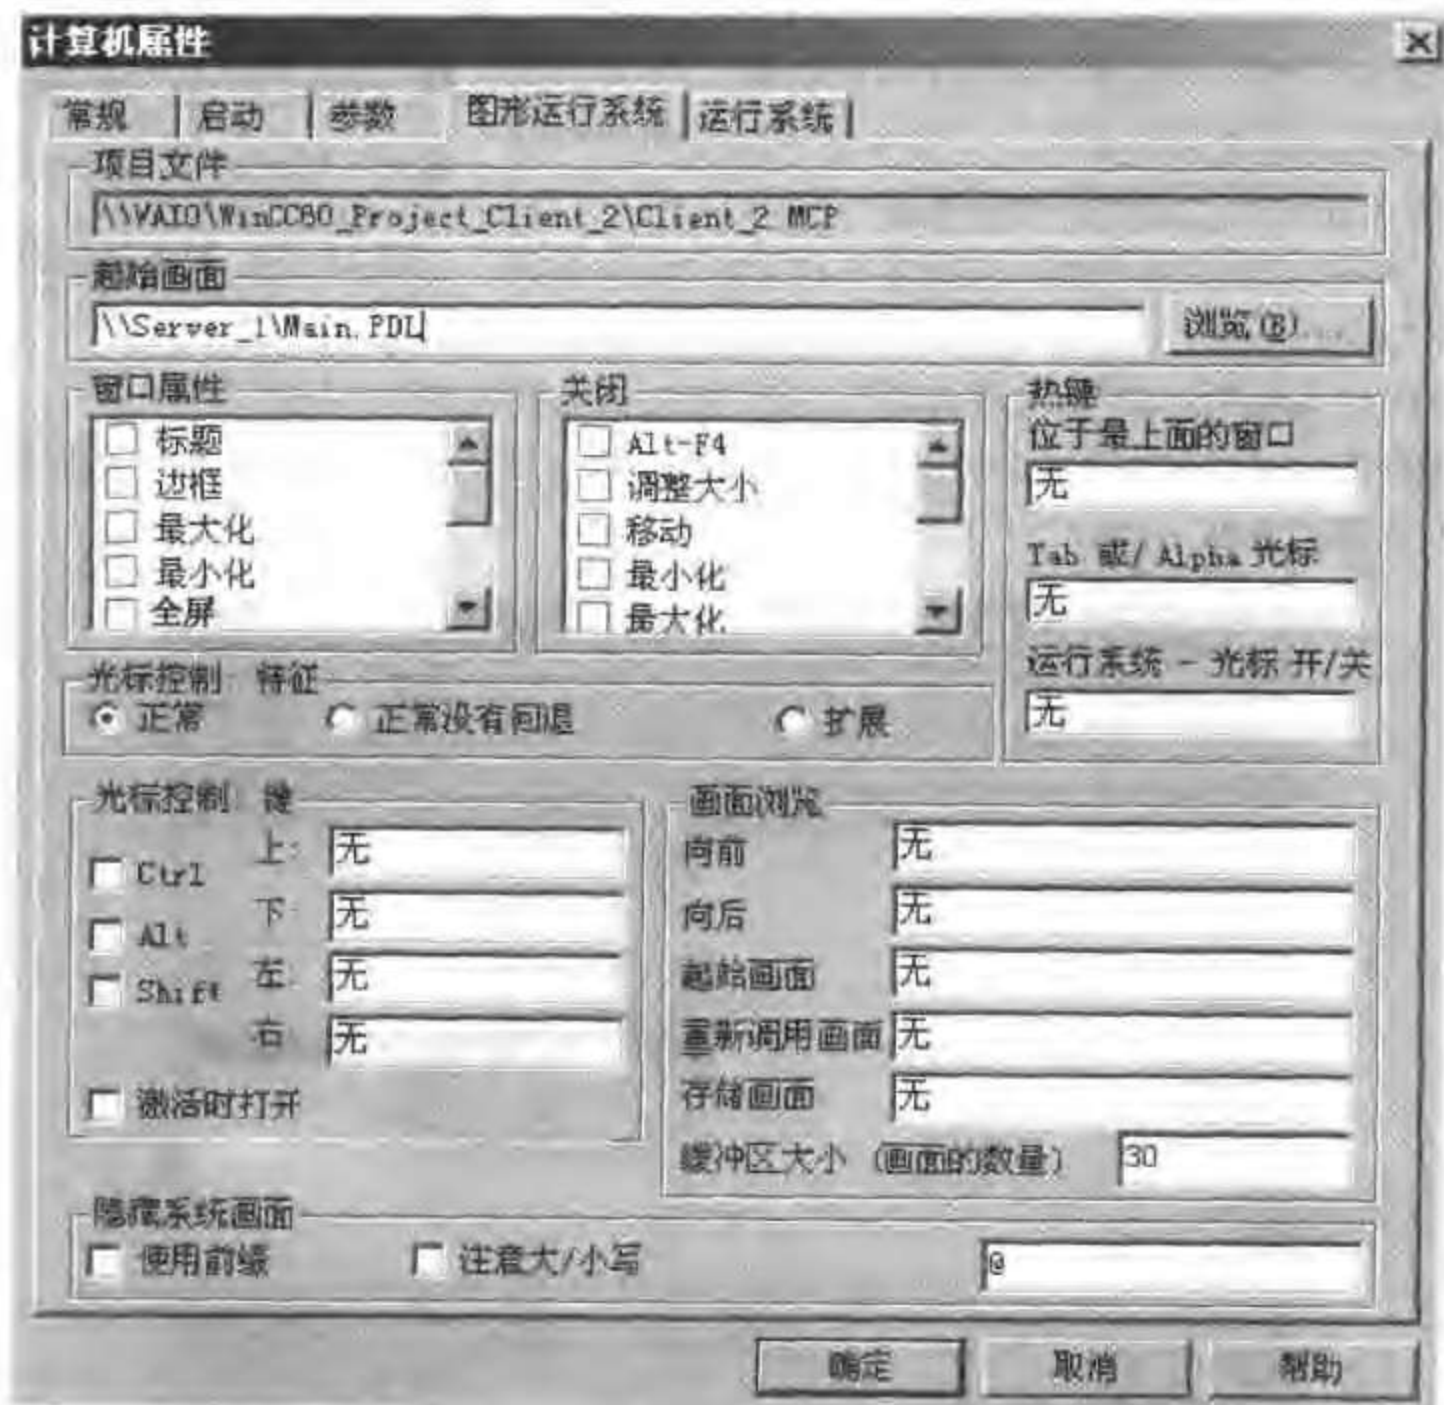

图 12-16 计算机图形运行系统启动设置对话框
- 输入服务器计算机的名称作为起始画面名称,然后以\\<服务器名称>\<画面名称>的形式输入要使用的画面(如图 12-16 所示)。也可以使用“搜索”按钮搜索画面,选择对话框将显示装载到客户机上的所有服务器程序包的画面。